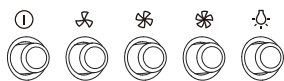

Рис. 9
7. Если Ваша вытяжка будет работать в режиме рециркуляции, на короб мотора необходимо установить угольные фильтры (в комплект поставки не входят) (Рис. 9). При этом режиме установка воздуховода на вытяжку не требуется.